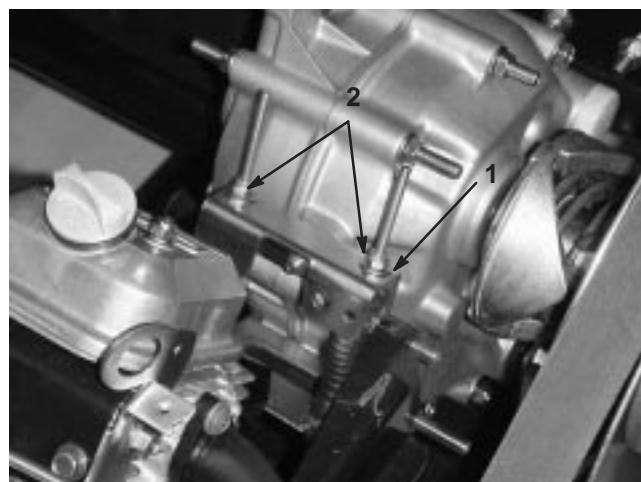

Bild 18
Wenn Sie regelmäßige Wartungsarbeiten und/oder eine Motordiagnostik durchführen, müssen Sie die Antriebsachse zunächst auf Neutral schalten (Bild 18). Der Schalthebel weist eine Neutralstellung auf, die den Leerlauf der Antriebsachse bestimmt. Treffen Sie die folgenden Maßnahmen, um sicherzustellen, dass der Schaltthebel in der Neutralstellung die Antriebsachse auch richtig auf Neutral schaltet:
2. Stellen Sie die Neutralhalterung an der Antriebsachse auf Neutral (nivelliert), drehen die Antriebskupplung und kontrollieren, ob das Fahrzeug hin und her rollt (Bild 18).
3. Ziehen Sie eine der Sicherungsmuttern (Bild 18) nur so weit fest, dass das Spiel aus dem Schaltzug entfernt wird.